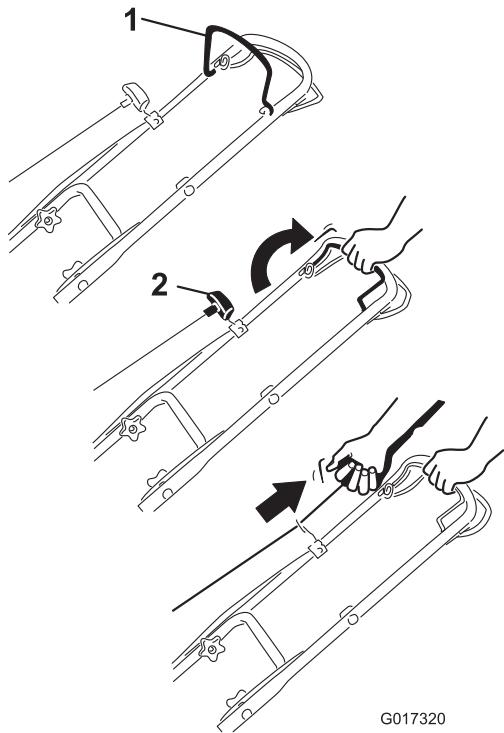

Figure 13
- Maintenez la barre de commande de la lame contre le guidon (Figure 13).
- Tirez lentement la poignée du lanceur jusqu'à ce que vous sentiez une résistance, puis tirez vigoureusement. Laissez le lanceur se rétracter lentement jusqu'à la poignée (Figure 13).